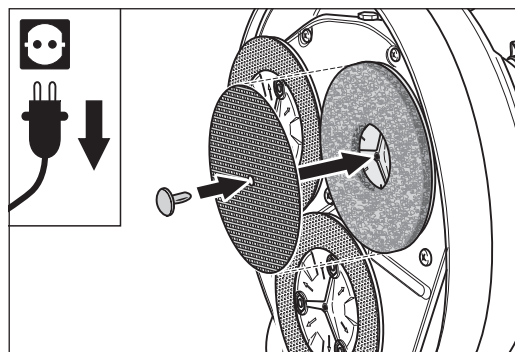

Abb. 36 Den Kunststoffstopfen durch das Loch in der Mitte des Schleifgitters stecken und ihn soweit in die Bohrung im Schleifteller drücken, bis er festsitzt.
- 7 Positionieren Sie ein Schleifgitter mittig an dem Normalpad und stecken Sie einen Kunststoffstopfen durch das Loch in der Mitte des Schleifgitters. Drücken Sie den Kunststoffstopfen soweit in die Bohrung im Schleifteller, bis er festsitzt (Abb. 36).